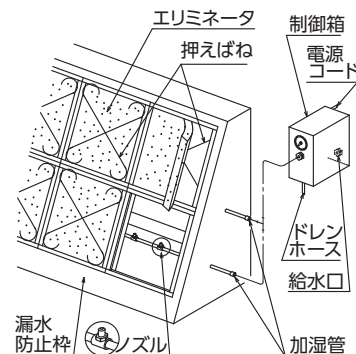

図3-20 高圧水スプレー式加湿器
- ・ 加湿管は漏水防止枠に収められ、樹脂製エリミネータが噴霧水の飛散を防止します。加圧ポンプ内蔵の制御箱は空調機側面に設置され、給水は制御箱の給水口より行います。(図3-20参照)